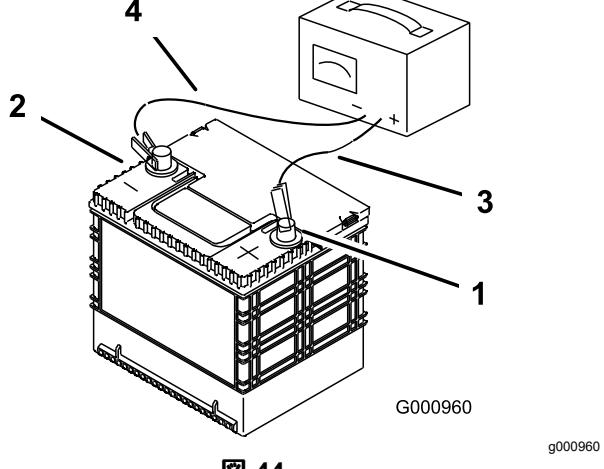

図 44
2. 充電が終わったら、チャージャのプラグをコンセントから抜いてから、チャージャのリード線をバッテリー端子から外す図 44。